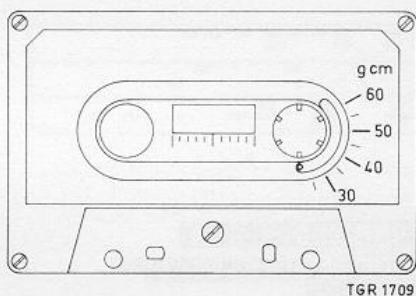

Fig. 6
- Leg een frictiemeetkassette (4822 395 80037, zie fig. 6 in het apparaat (eerst apparaat uitkasten)